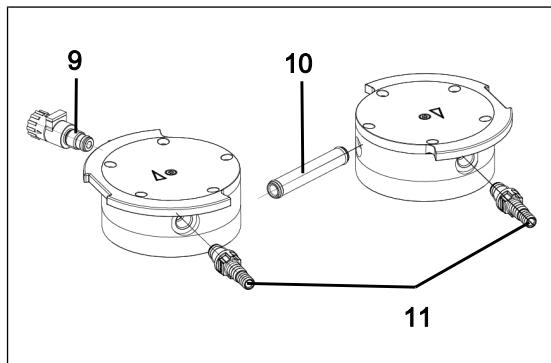

Fig. 10: Sustitución de las juntas tóricas
2. Extraer el tubo de conexión (10/Fig. 10) de la tapa del cabezal (3).
3. Sustituir las dos juntas tóricas del tubo de conexión (**10**/Fig. 10).
6. Desenroscar el lastre de gas (**9**/Fig. 10) de la tapa del cabezal (**3**).
7. Sustituir la junta tórica del lastre de gas (**9**/Fig. 10).
8. Enroscar el lastre de gas (**9**/Fig. 10) hasta el tope en la tapa del cabezal (**3**) correspondiente. A continuación, girarlo de nuevo hacia atrás hasta que la superficie esté alineada hacia arriba.
9. Desenroscar las conexiones de manguera (**11**/Fig. 10) de la tapa del cabezal (**3**) con la herramienta suministrada.
10. Sustituir las juntas tóricas de las conexiones de manguera (**11**/Fig. 10).
11. Enroscar las conexiones de manguera (**11**/Fig. 10) en la tapa del cabezal (**3**) manualmente con la herramienta suministrada.
6. Eliminar adecuadamente la membrana (7) y las placas de válvula/juntas (4) sustituidas.
7. Introducir el tubo de conexión (10/Fig. 10) en la tapa del cabezal (3).